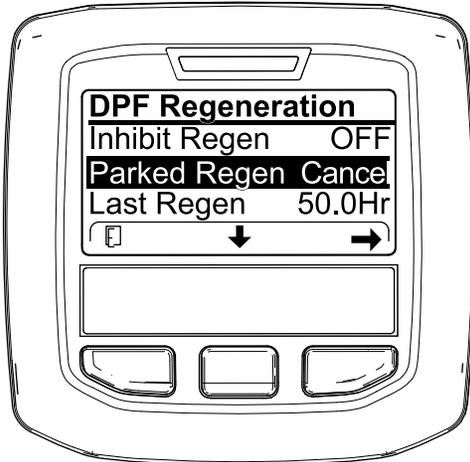

Figura 61
1. Accedete al menu DPF Regeneration (Rigenerazione FAP) (Figura 61).
2. Premete il pulsante centrale per scorrere il menu verso il basso fino all'opzione PARKED REGEN CANCEL (Figura 61) o all'opzione RECOVERY REGEN CANCEL (Figura 62).
3. Premete il pulsante destro per selezionare la voce Cancel relativa alla rigenerazione (Figura 61 o Figura 62).